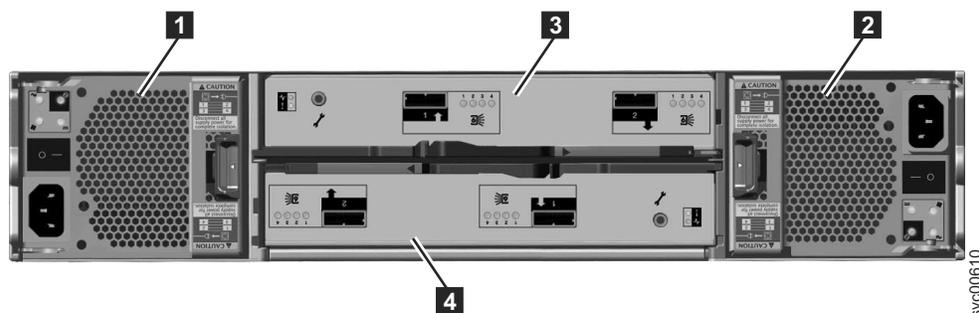

Figure 6. Vue arrière d'un boîtier d'extension de modèle 2076-212 ou 2076-224
La figure 6 affiche la vue arrière d'un boîtier d'extension et identifie l'emplacement des unités d'alimentation et des cartouches. Les ports et leur utilisation sont décrits ultérieurement dans cette section.
- Deux cartouches sont hébergées au milieu de chaque boîtier. Chaque cartouche est appelée cartouche d'extension. La cartouche supérieure (voir figure 6) est la cartouche **3**, et la cartouche inférieure est la cartouche **4**. La cartouche 3 est à l'endroit, tandis que la cartouche 4 est à l'envers.